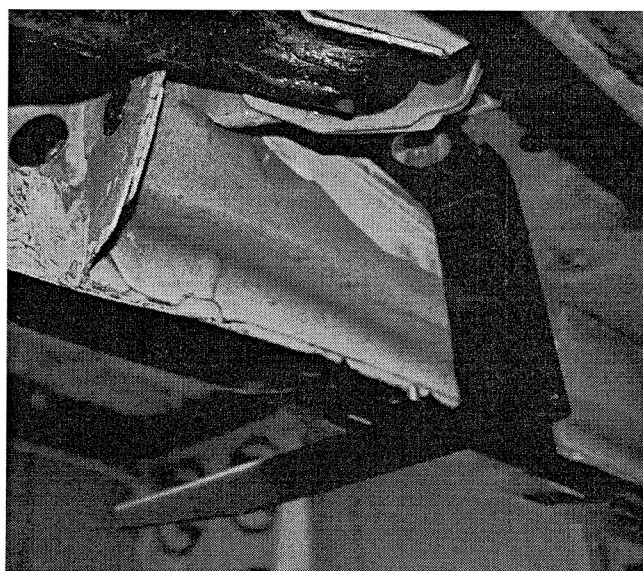

Рис. 3
16. При помощи болта M8x30 и гайки M8 стянуть между собой опору заднюю и кронштейн задний (рис.3).